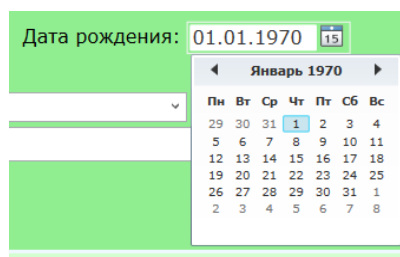

Рисунок 12 – Окно ввода даты рождения пациента
- Поле «Дата рождения» пациента заполняется двумя способами: вручную ввести дату, выделив двойным щелчком мыши поле с цифрами, либо нажать на календарь справа от поля с цифрами, и выбрать нужную дату. Для этого в верхней части календаря есть возможность прокрутки года и месяца рождения с помощью стрелок. Выбрав нужный год и месяц, указать нужное число для подтверждения (рисунок 12).